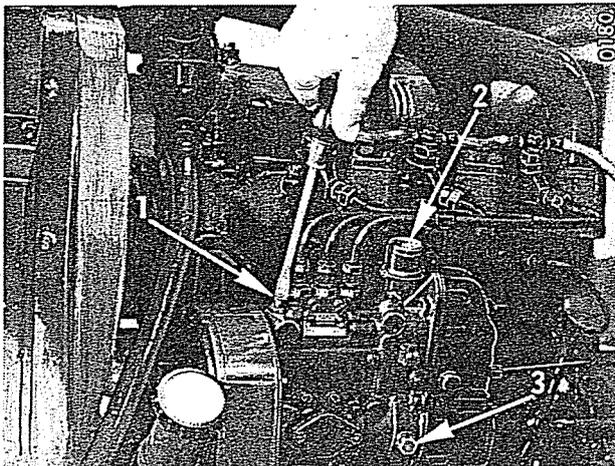

Fig. 40
- Desserrez ensuite la vis de purge (1, Fig. 40) de la pompe d'injection jusqu'à ce que le combustible s'écoule sans bulles d'air, puis resserrez la vis de purge.